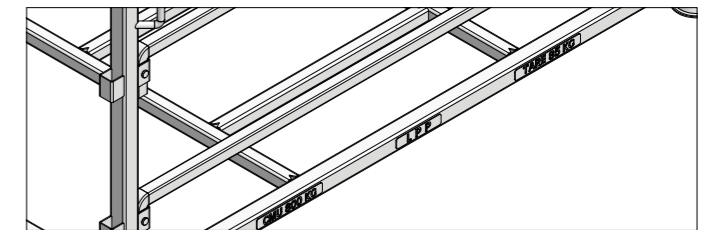

Fig. 14 : indication de la charge maximale d'utilisation
- Ne pas utiliser le rack de rangement Eco quand les charges indiquées sur le rack sont illisibles (Fig. 1 et Fig. 14).
Le rack de rangement Eco doit être soumis à un contrôle visuel avant chaque utilisation, conformément à la réglementation en vigueur en matière de santé et de sécurité au travail, pour vérifier l'absence de défauts, de déformations, de corrosion, de soudures cassées ou fissurées, etc. Contrôlez l'intégralité (l'absence de pièces), l'assise, la sécurité d'utilisation et l'état d'usure du rack de rangement Eco. Les produits endommagés doivent être mis au rebut. L'indication de la charge admissible doit être bien lisible (Fig. 14 et Fig. 10).
Le rack de rangement Eco ne doit plus être mis en œuvre si l'indication de la charge maximale d'utilisation est manquante ou illisible (Fig. 1 et Fig. 14).